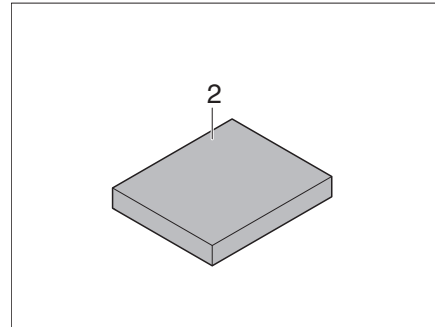

Fig. 189 Cuscino aggiuntivo
- Collocare il cuscino aggiuntivo centrale (Fig. 189,2) sul tavolo.